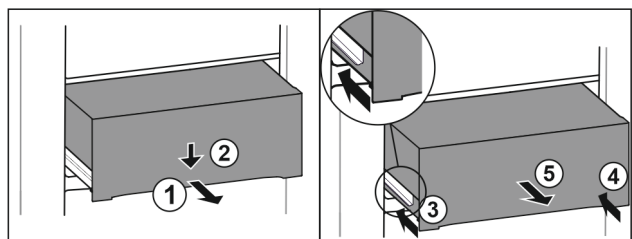

Fig. 113
- Schubfach halb herausziehen. Fig. 113 (1)
- Schubfach an der Vorderseite nach unten drücken. Fig. 113 (2)
- Linke Schiene etwa 2 cm einschieben. Fig. 113 (3)
- Rechte Schiene etwa 2 cm einschieben. Fig. 113 (4)
- Schubfach nach vorne entnehmen. Fig. 113 (5)